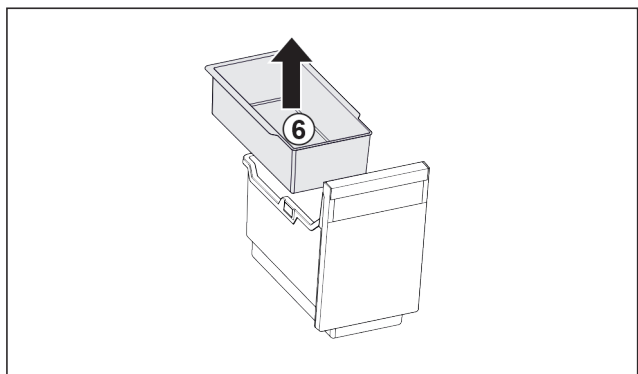

Fig. 26
- ▶ Wyjąć półkę zawieszoną Fig. 26 (6).